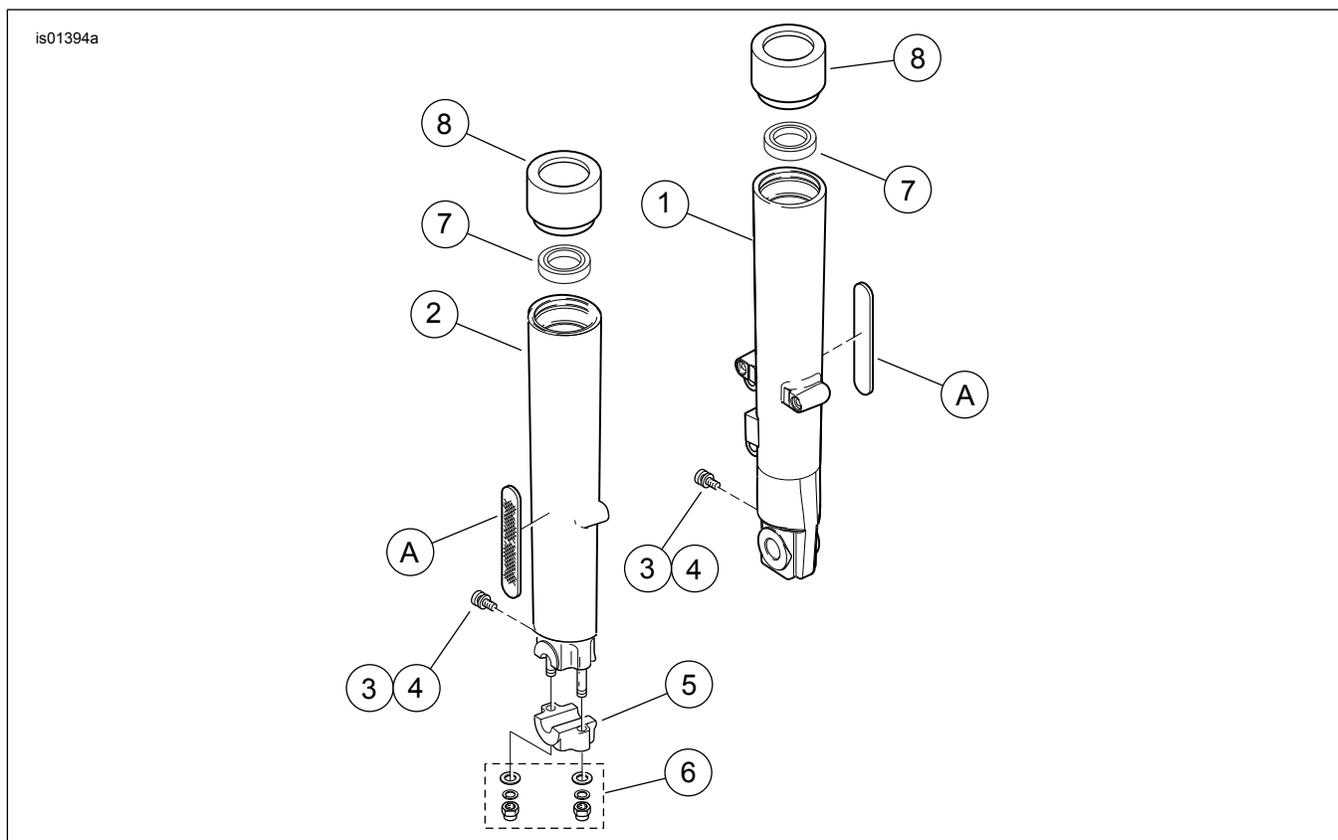

Figura 3. Piezas de servicio: deslizadores cromados de la horquilla
Vea la Figura 3 y la Tabla 1.
3. Desarme los tubos de la horquilla delantera, de acuerdo con las instrucciones en el Manual de servicio y reemplace los deslizadores de la horquilla originales con los deslizadores cromados (vea la Figura 3, artículos 1 y 2) del kit.
4. Arme los tubos de la horquilla delantera, reemplazando los sellos, los bujes u otras piezas adicionales desgastadas según como sea necesario. En el kit se incluyen dos **nuevos** sellos de aceite para el deslizador (7).
10. Usando un pedazo de hilo dental (o material similar) con un movimiento de vaivén, afloje el reflector (Figura 3, A) del deslizador de la horquilla en ambos extremos. Gire el reflector de lado a lado hasta que pueda extraerse del deslizador de la horquilla. Guarde el reflector para instalarlo en el deslizador **nuevo**. Repita el procedimiento en el deslizador de la horquilla del lado opuesto.